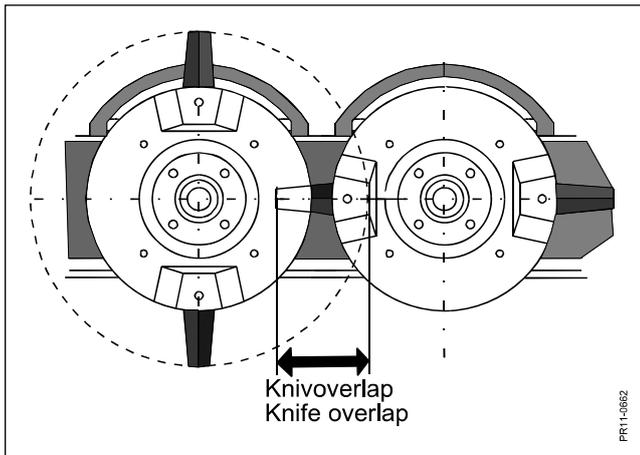

Fig. 3-4
**Fig. 3-4** Der Messerbalken hat gleichzeitig eine große Überlappung zwischen den Scheiben. Dieses wird, alles übrige gleich, die Neigung zu Streifenbildung zwischen den Scheiben reduzieren.